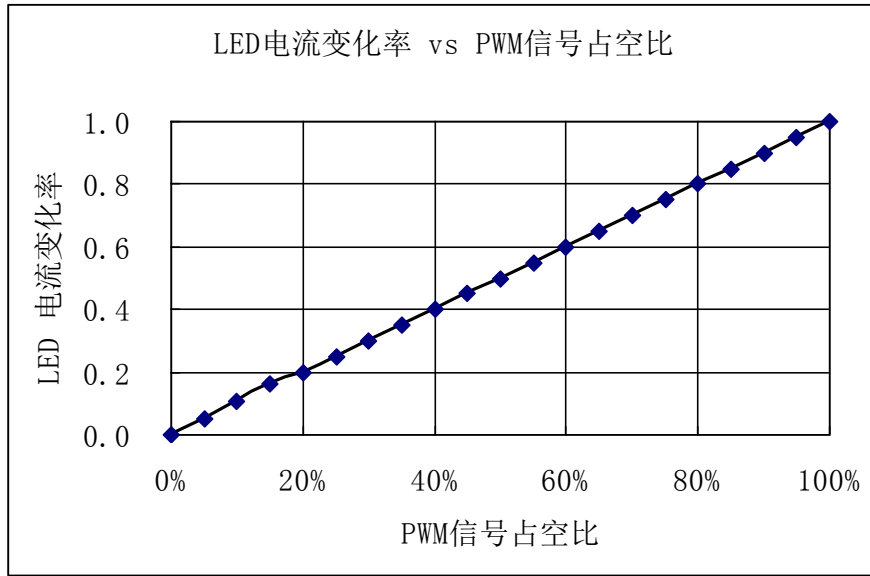

图 8
4) PU1020 支持 PWM 调光，在 DIM 脚上外接的 PWM 信号，该 PWM 信号的占空比可以精确的控制 LED 的输出电流。图 8 为在不同 PWM 占空比 ($F_{PWM}: 200\text{Hz}$) 下，实际测试的输出电流变化率。